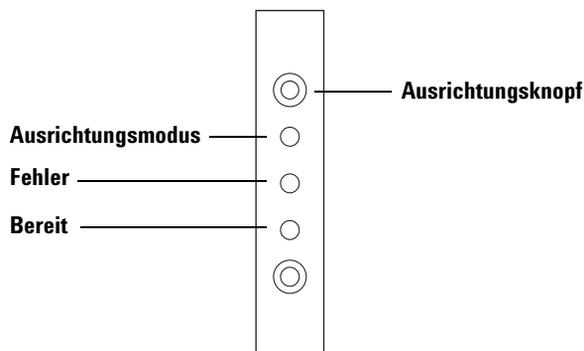

Abb. 105 Ausrichten des Turms
- 4 Verwenden Sie einen langen, schmalen Gegenstand, um den vertieften **Ausrichtungsknopf** über den Warnleuchten zu drücken. Vermeiden Sie es, alles hinter oder ringsherum des Knopfes in der Vertiefung zu berühren (Abb. 105).